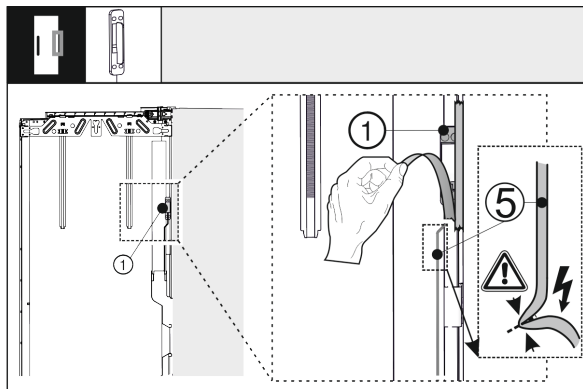

Fig. 41
- Uvolněte senzor klepání Fig. 41 (1) z vnějších dvířek. Nepoškodte spojovací kabel Fig. 41 (5).